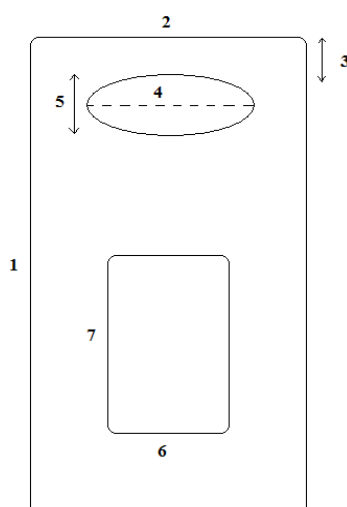

Figure 57 : Patron de l'orthèse main-poignet de fonction
- **1** : la longueur allant de la moitié de l'avant bras jusqu'au pli de flexion des MP* des doigts longs (Figure 57) ;
- **2** : la largeur de la main au niveau des MP* des doigts longs + 4 cm (2 cm de chaque côté de l'ouverture) (Figure 57) ;
- **3** : appui palmaire d'environ 2 cm (Figure 57) ;
- **4** : largeur de la main au niveau des MP* des doigts longs (Figure 57) ;
- **5** : épaisseur de la main au niveau de la 1^{ère} commissure (Figure 57) ;
- **6** : 5 cm environ (à adapter selon la largeur de l'avant bras) (Figure 57) ;
- **7** : 8 cm environ (à adapter selon la longueur de l'avant bras) (Figure 57).